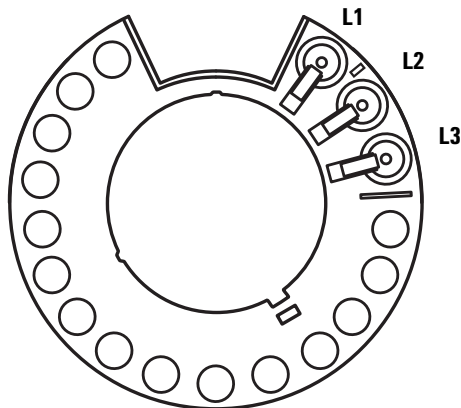

図 25 トランスファタレットポジション L1、L2、L3 (上から見た図)
- 2 両方のタワーについて、トランスファタレットポジション L1、L2、および L3 からバイアルをすべて取り外します (図 25 を参照)。